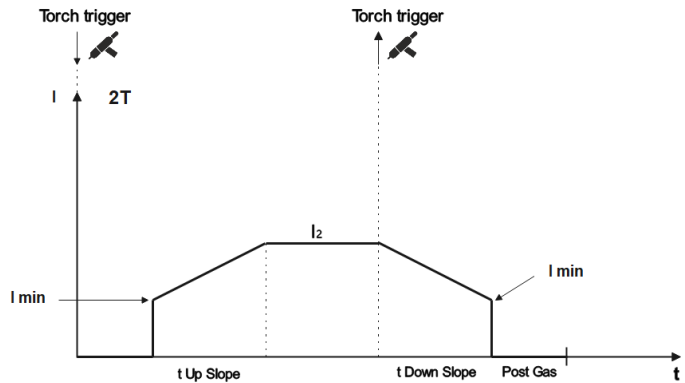

Fig 11.
* 2T – Quando o gatilho da tocha (Torch trigger) é pressionado, o gás começa a fluir até que o soldador faça a ignição pelo LIFTIG (ver Fig. 11) e o arco é estabelecido. A corrente sobe de acordo com o tempo de UPSLOPE para o valor ajustado de I₂. Quando o gatilho da tocha é libertado, a corrente diminui de acordo com o valor de ajuste de DOWNSLOPE, o arco se extingue e o tempo do POST GAS começa.
* 2T – Le gaz commence à s'écouler selon le temps réglé lorsque l'on appuie sur la gâchette de la torche (Torch trigger), et l'arc est établi par LIFTIG (voir Fig.11). Le courant augmente en fonction du temps de UPSLOPE jusqu'à la valeur I_2 . Lorsque la gâchette de la torche est relâchée, le courant diminue en fonction de la valeur du courant de DOWNSLOPE. L'arc s'éteint et le temps de POST GAS commence.
** 4T – Le gaz commence à s'écouler selon le temps réglé lorsque l'on appuie sur la gâchette de la torche (Torch trigger). Lorsque la gâchette de la torche est relâchée, l'arc s'établit automatiquement par LIFTIG (voir Fig. 11). Le courant augmente en fonction du temps de UPSLOPE jusqu'à la valeur I_2 . Lorsque la gâchette de la torche est enfoncée et relâchée, le courant diminue en fonction de temps de DOWNSLOPE. L'arc s'éteint et le temps de POST GAS commence.